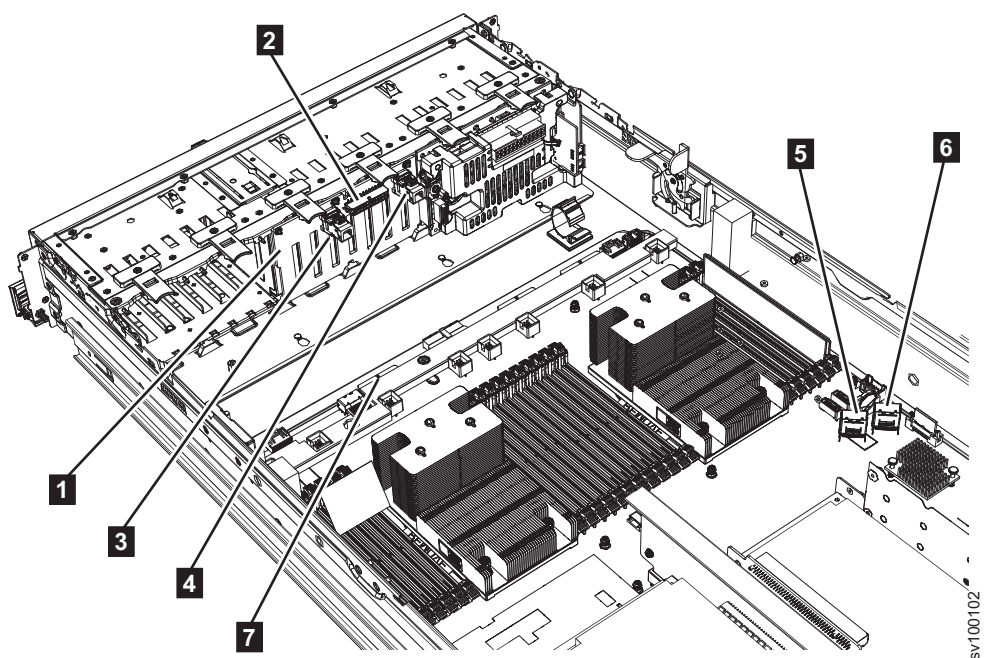

Figura 90. O painel traseiro e conectores da unidade SATA do 2145-SV1
9. Desconecte todos os cabos do painel traseiro da unidade SATA. Figura 90 mostra o local do painel traseiro e conectores da unidade SATA.